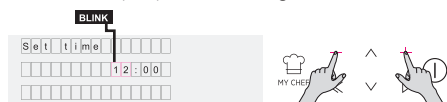

Figura 4
- Impostare l'ora premendo i pulsanti PIÙ e MENO. Premere OK per procedere. (Figura 4)